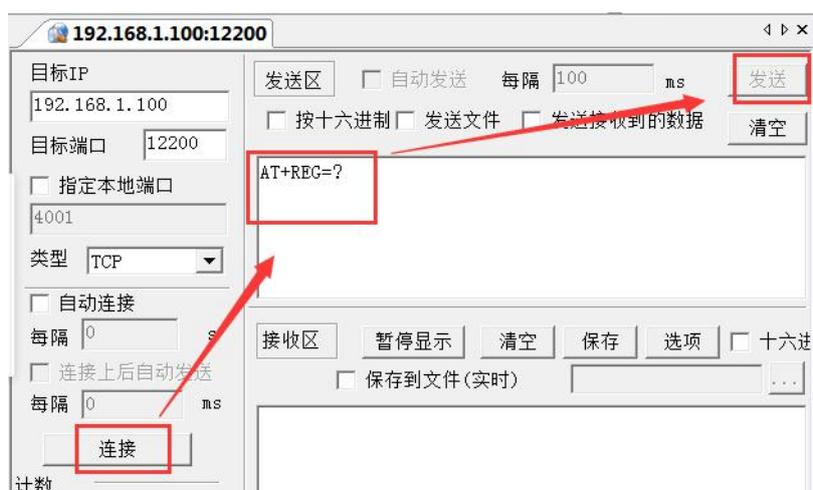

图 4.3
2. 点击“连接”→写入 AT 指令（一定要大写且<回车><换行>），例如：查询注册包数据及模式命令：AT+REG=?<回车><换行>→点击“发送”。如图 4.3 所示。